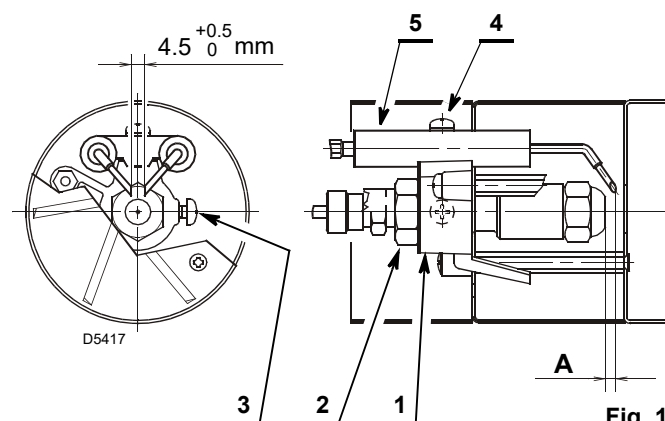

Fig. 17
- appuyer le support de l'accroche flamme 1) (Fig. 17) sur le porte gicleur 2) et bloquer avec la vis 3);
- Extraire les petites câbles 1) des électrodes, desserrer la vis 3) (Fig. 17) et extraire le groupe accroche flamme 6) du porte gicleur 5).